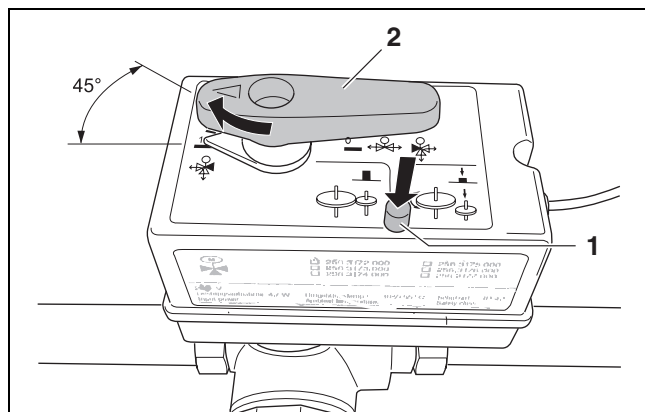

Fig. 54 Posizionare la valvola a tre vie al centro
- Qualora sia presente un accumulatore-produttore di acqua calda, posizionare l'interruttore meccanico della valvola a tre vie al centro (→ fig. 54). Tenere premuto il tasto [1] e ruotare la leva [2] di 45°.